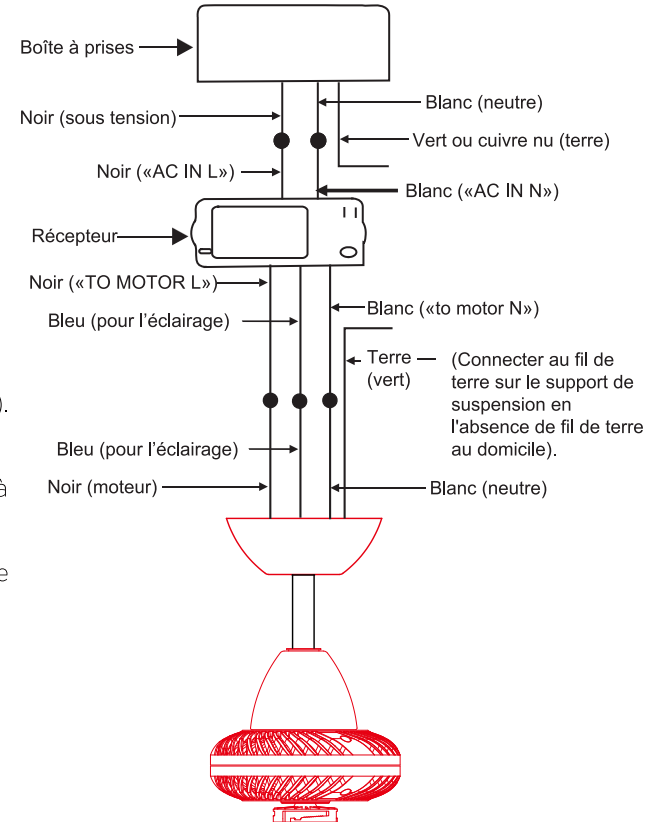

Fig. 13
Étape 2. Connexions électriques entre le moteur et le récepteur : (Fig. 13)
Étape 3. (Fig. 13) Connexions entre récepteur et fils d'alimentation du domicile :
Étape 4. (Fig.13) Si la boîte à prises a un fil de masse (vert ou cuivre nu), le connecter aux fils de mise à la terre du ventilateur : en l'absence de ce fil, connecter le fil de mise à la terre du ventilateur au support de montage. Sécurisez la connexion du fil avec l'écrou en plastique (fourni). Après avoir connecté les fils, séparez-les de sorte que les fils verts et blancs se trouvent sur un côté de la boîte à prises et les fils noirs et bleus de l'autre côté.